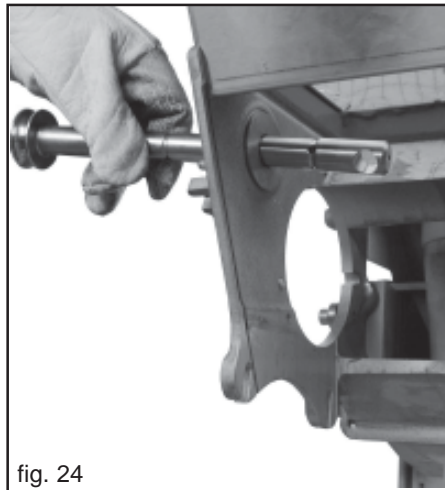

fig. 24
- 3) Rührwelle (Abb. 24) nach aussen ziehen, darauf achten dass das Lager und die Deckscheibe auf der Gegenseite nicht herausfallen.